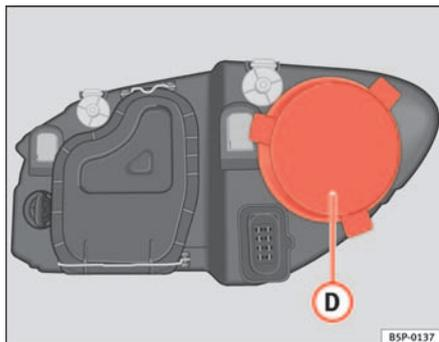

Fig. 179 Feu de position
- Retirez le cache ⇒ fig. 179 ① en tirant dessus.